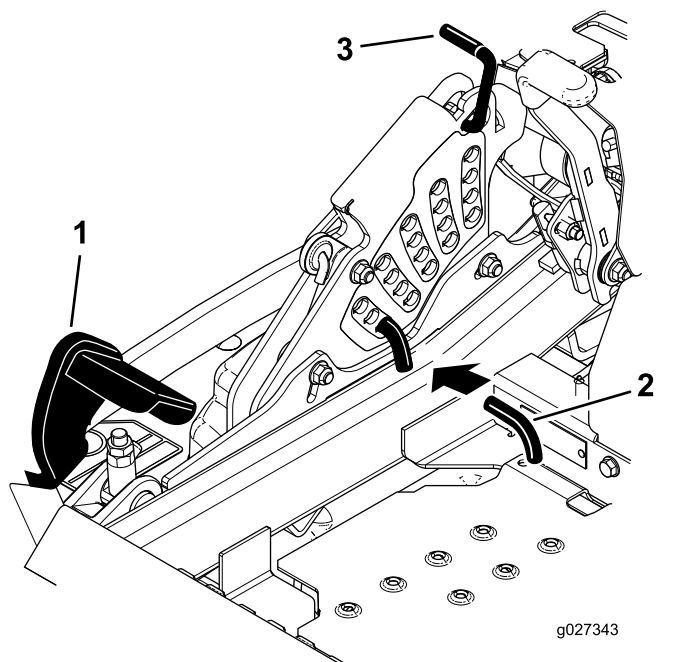

Figure 31
2. Appuyez sur la pédale de levage du tablier avec le pied et levez le tablier en position de transport (qui est aussi la position de hauteur de coupe de 140 mm [5½ po]), comme montré à la **Figure 31**.
3. Pour changer de hauteur de coupe, tournez la goupille de 90 degrés retirez-la du support de hauteur de coupe (**Figure 31**).
4. Placez la goupille dans le trou du support correspondant à la hauteur de coupe voulue (**Figure 31**).